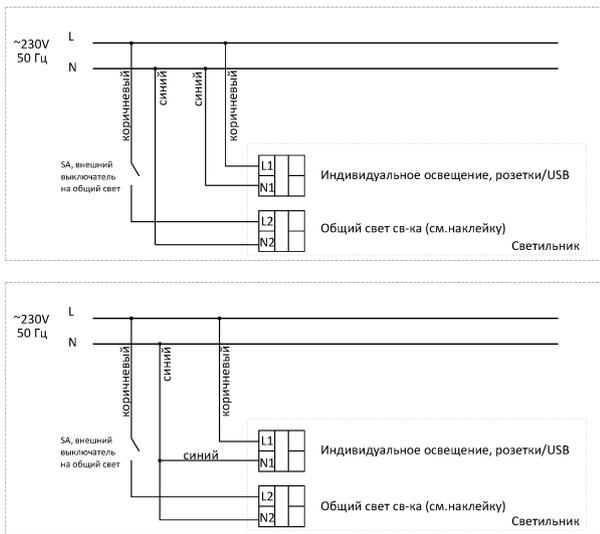

Рис.3
3. Подключить светильник согласно схеме (Рис. 3).
Электрическое подключение светильника осуществляется через две клеммные колодки, установленные на внутренней поверхности кронштейна. Подключите один сетевой провод к контактам клеммной колодки светильника (на рис.3 L1 и N1) для розетки/USB, индивидуального освещения строго в соответствии с маркировкой: N-нейтраль, L-фаза, второй сетевой провод к контактам клеммной колодки светильника (на рис.3 L2 и N2 – наклейка общий свет на проводах св-ка) для управления общим светом светильника строго в соответствии с маркировкой: N-нейтраль, L-фаза.
Сечение проводников кабеля должно быть не более 2,5 мм². ВАЖНО! Для подключения светильника требуется две отдельные линии питания, питание светильника осуществляется от линии L1 и N1 (на рис.3) и должно быть подключено постоянно, линия общего света светильника используется как линия управления от внешнего выключателя общего света SA (на рис.3) питание от сети от нее не осуществляется.